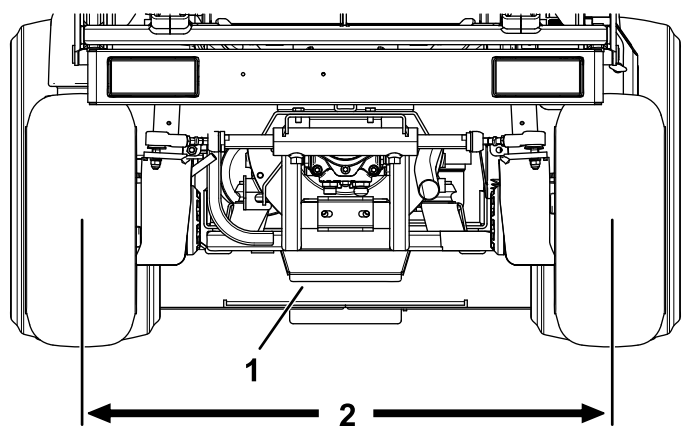

図 83
2. 右タイヤの中心線からと左タイヤの中心線までの距離が、タイヤの前後で等しくなるように、タイロッドを回して調整する 図 83。